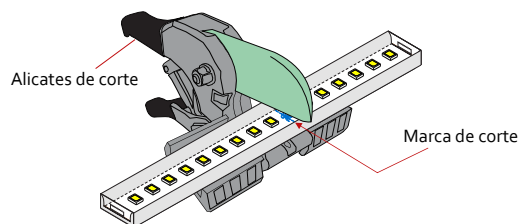

Fig. 3.1
- Coloque la tira horizontalmente al cortarla y verifique la línea del marcador en la superficie de la placa de circuito impreso, use solo pinzas de corte recomendadas (Fig. 3.1), el uso de otro cortador causó la placa de circuito interna.